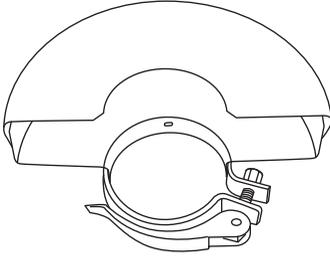

Fig. 3, protector de corte (12)
1. Utilice el protector de corte cerrado (12) para las tareas de corte (Fig. 3).